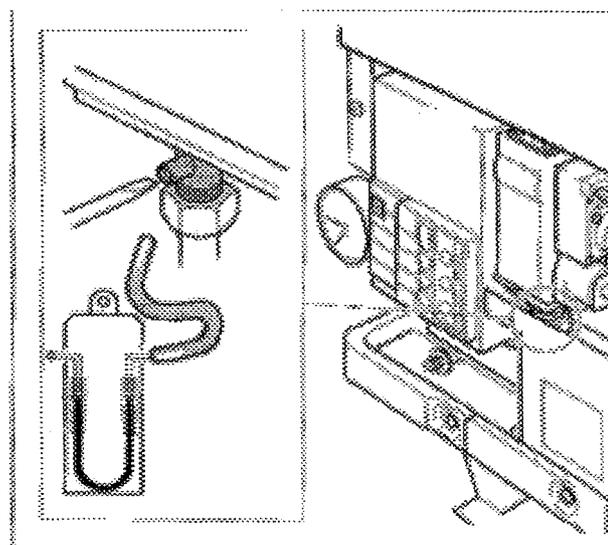

Fig. 20 Misurazione pressione di allacciamento gas
- ◆ Aprire di due giri il tappo a vite del nipples di prova (Fig. 20).